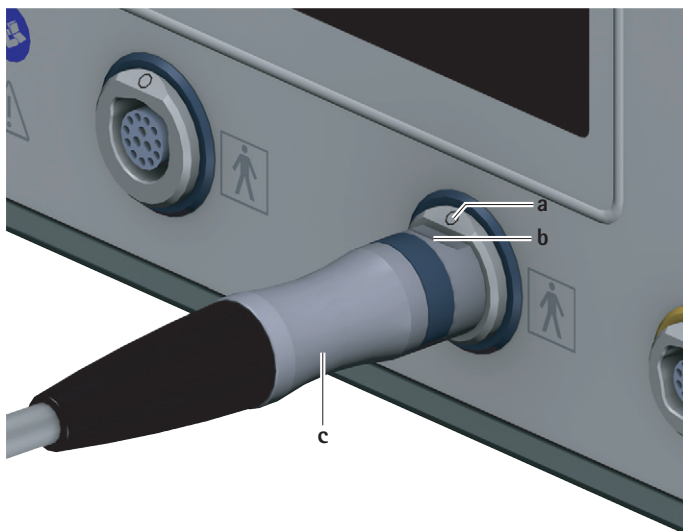

Рис. 3 Подключение моторного кабеля
- Выворачивать штекер блока управления с на моторном кабеле таким образом, чтобы маркировка b на штекере соответствовала маркировке a на гнезде для рабочего элемента 7, см. Рис. 3.
- Вытянуть моторный кабель за штекер для блока управления с из гнезда для рабочих элементов 7, см. Рис. 3.